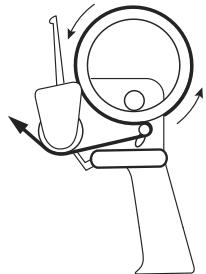

Figure 5
1. Start on side of box, roll tape applicator over corner of box, centered on top seam. (See Figure 5)
1. Commencez sur le côté de la boîte, roulez l'applicateur de ruban tout au long du coin de la boîte, en le centrant sur la jointure longitudinale. (Voir Figure 5)